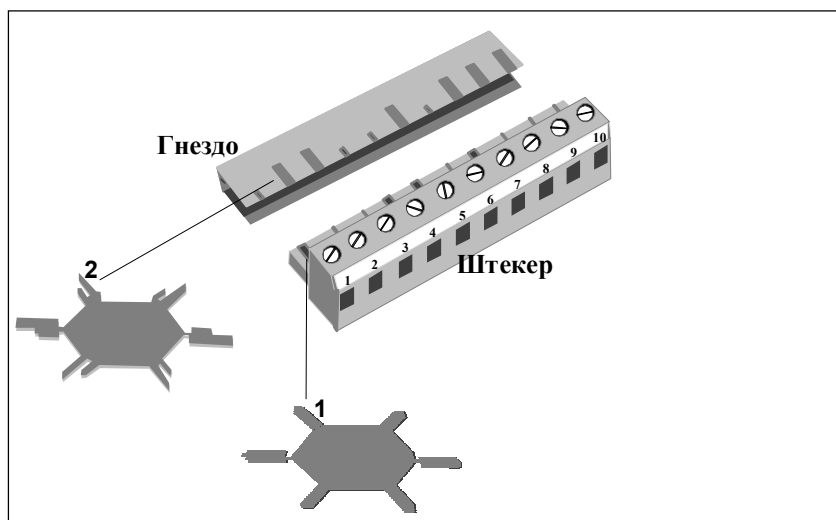

Рис. 2-17 Кодированный профиль для гнезда и штекера
Перемычки для штекера (1) и перемычки для гнезда (2) (см. рис. 2-17) используется для кодирования коммутирующих частей, обеспечивая их однозначную установку. Кодирование происходит следующим образом: